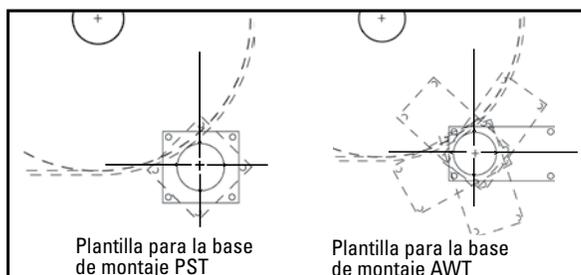

Fig. 3 Centre la muesca grande de los orificios de la plantilla en la marca del centro del eje, gire al ángulo deseado y marque los orificios
3. **Marque y corte los orificios de la base de montaje.** Con la plantilla de la base de montaje que se proporciona en el paquete de instrucciones, coloque el orificio grande del eje de la plantilla en el chute con las muescas del orificio alineadas con las líneas del esquema. Trace el orificio del eje y los orificios de montaje (Fig. 3). Cada base se puede colocar en cualquier posición 360° alrededor del eje siempre que el punto central del eje no cambie. Corte los orificios en ambos lados del chute.